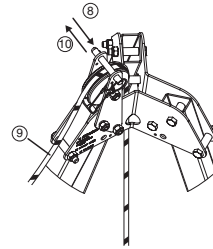

Abb. 10
8. Den Steckbolzen über der Umlenkrolle oben am Dreibaum trapcode entfernen (Abb.10, 8).
9. Das Kernmantelseil des Derope™-Geräts um die Umlenkrolle führen (Abb.10, 9).
10. Den Steckbolzen wieder anbringen, um zu verhindern, dass das Kernmantelseil von der Umlenkrolle springt (Abb. 10, 10).